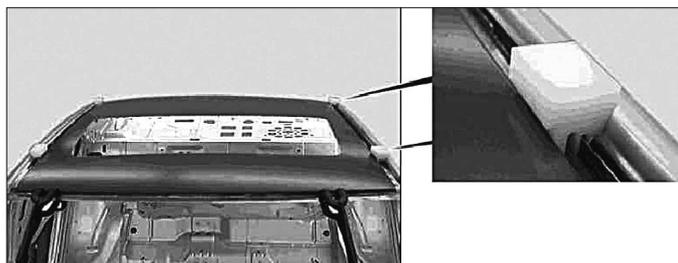

FIG. 126
• Ajuster (à l'aide des cales de réglage [1]) et fixer provisoirement le pavillon (Fig.126).
- Ajuster (à l'aide des cales de réglage [1]) et fixer provisoirement le pavillon (Fig.126).